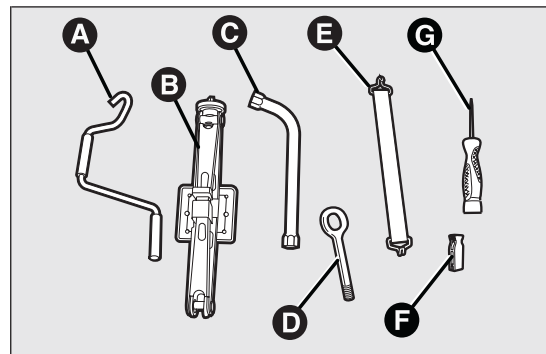
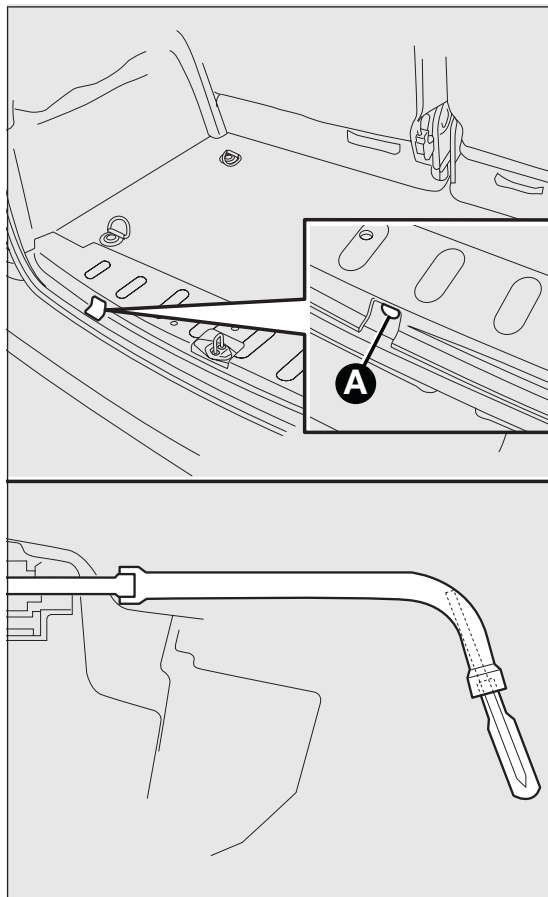
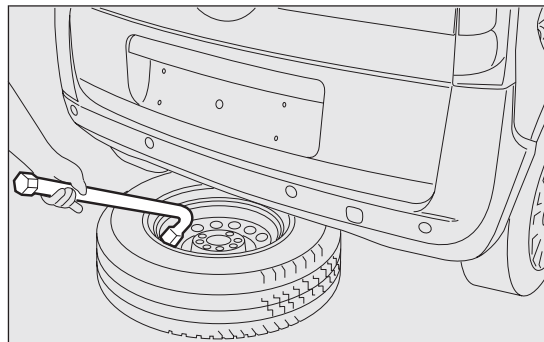

fig. 125
fig. 126
fig. 127
- ☐ all'interno della borsa sono contenuti i seguenti attrezzi fig. 125:
- ☐ prelevare la chiave C fig. 125 e, agendo dall'interno del vano di carico, svitare il bullone di bloccaggio supporto ruota di scorta A fig. 126 in modo da consentire la discesa di quest'ultima. Per ridurre lo sforzo inserire il cacciavite G fig. 125 nella sede ricavata all'interno della chiave C;
- ☐ utilizzare la chiave C fig. 125 per trascinare la ruota fuori dal veicolo fig. 127;
- ☐ allentare di circa un giro i bulloni di fissaggio della ruota da sostituire, utilizzando la chiave C fig. 125;
- ☐ risollevarla la ruota riavvitando il bullone di bloccaggio A fig. 126;